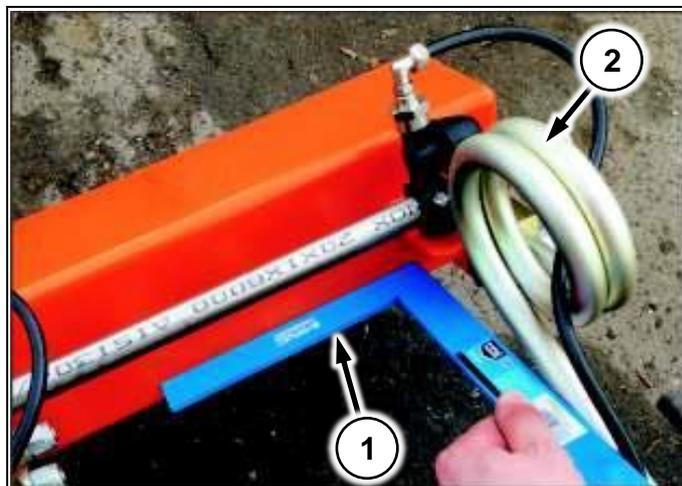

Рис. 163
2. Поднесите угольник (Рис. 163/1) к плоскости консоли
3. Поверните пружину в замке (Рис. 163/2) так, чтобы она стала параллельна угольнику.